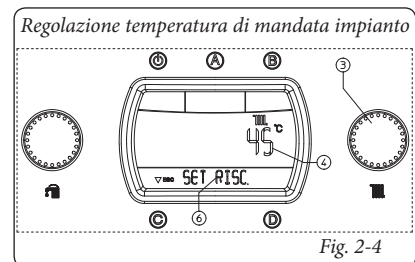

Fig. 2-4
• **Inverno** (❄️): in questa modalità la caldaia funziona sia in riscaldamento acqua calda sanitaria che riscaldamento ambiente. La temperatura dell'acqua calda sanitaria si regola sempre tramite il selettore (1), la temperatura del riscaldamento si regola tramite il selettore (3) e la relativa temperatura viene visualizzata sul display (24) mediante l'indicatore (4) e compare l'indicazione "SET RISC." (Fig. 2-4). Ruotando il selettore (3) in senso orario la temperatura aumenta e antiorario diminuisce.